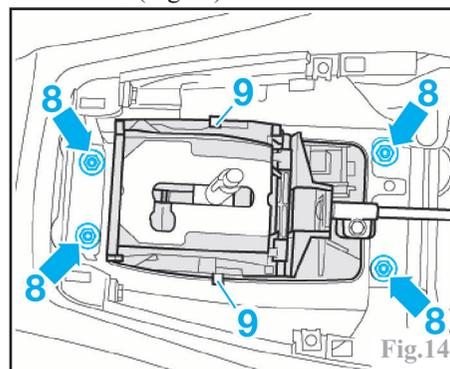

Fig.14
Déposer les écrous de fixation (8) de la commande (Fig.14).